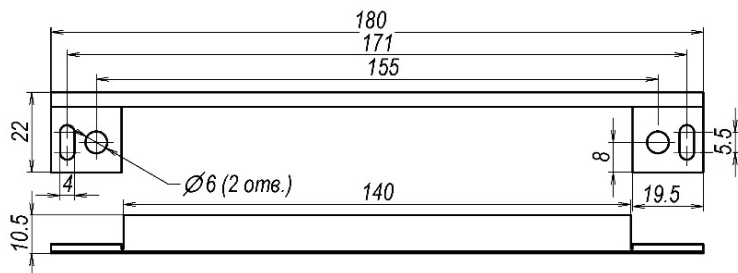

Рис.6 Декоративная планка
5.4 Для скрытия зазоров (щелей), образующихся в процессе установки корпусной части в дверную коробку в качестве декоративного элемента используется **планка 250SD**, выполненная из нержавеющей стали (Рис.6).